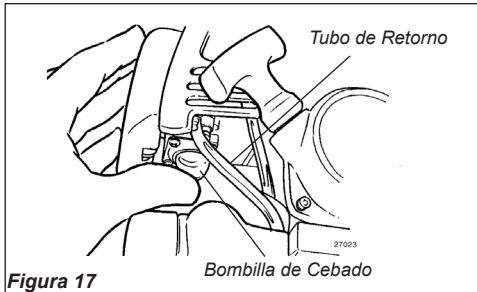

Figura 17
3. Presione la bombilla de cebado hasta que vea pasar combustible por el tubo de retorno transparente. Consulte la figura 17.